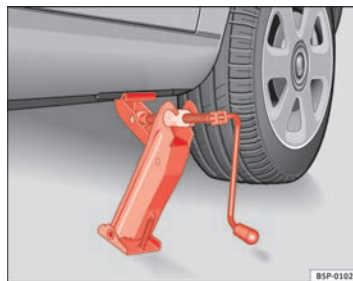

Fig. 157 Colocación del gato
- Posicione el gato de modo que su garra envuelva el nervio del larguero inferior y que la placa base móvil se apoye plana sobre el suelo ⇒ **página 258, fig. 157.**